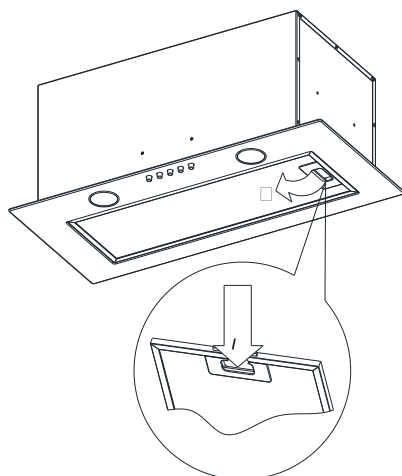

Рис. 7
7.1. Снимите алюминиевый фильтр (Рис. 7).
### Управление (рис.7):